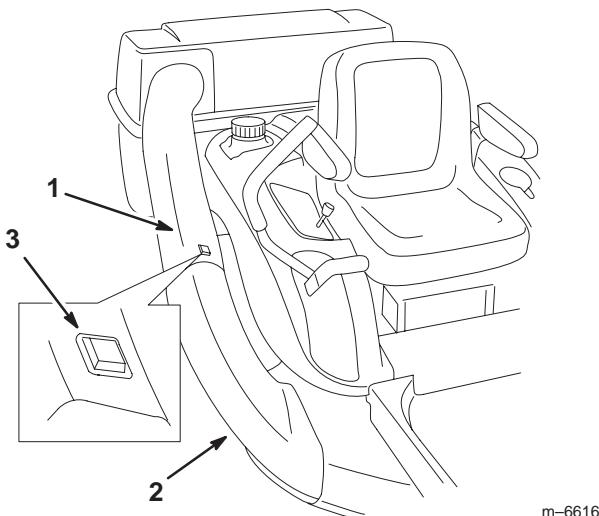

Figure 13
3. Glissez le tube d'éjection dans l'ouverture du collecteur d'herbe (Fig. 13).
4. Engagez le tube d'éjection au bout de l'éjecteur en prenant soin d'engager la saillie de l'éjecteur dans le trou carré situé sur le tube d'éjection (Fig. 13).
1. Appuyez sur la saillie de l'éjecteur et dégagéz le tube d'éjection de l'éjecteur et du collecteur d'herbe (Fig. 13).